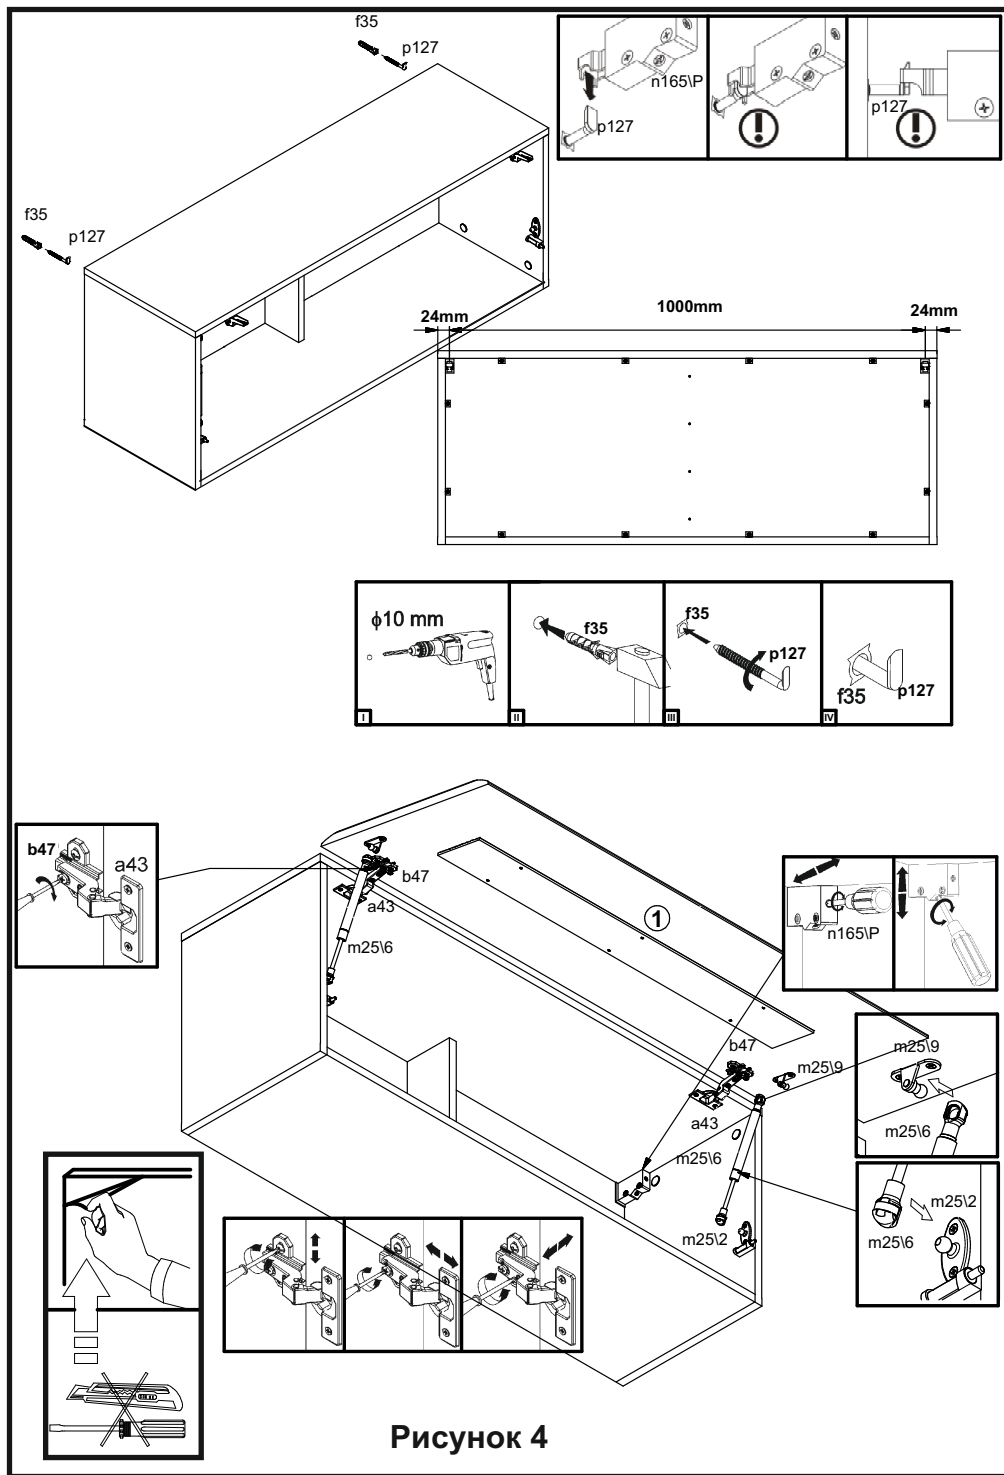

Рисунок 4
13. Для навешивания изделия на стене с помощью карандаша и линейки разметить отверстия (см. рис. 4).
14. В стене просверлить отверстия $\varnothing 10$ мм (см. рис. 4).
15. Вбить в отверстия в стене пластмассовые дюбеля **f35** и вкрутить крючки **p127** (см.рис. 4).
16. Навесить изделие на крючки **p127**. При необходимости отрегулировать положение изделия с помощью отвертки (см. рис. 4).
20. Навесить дверь **1** на корпус изделия, совместив петли шарнирные **a43** с ответными планками петель **b47**. При необходимости отрегулировать положение двери вращая регулировочные винты (см.рис. 4).
21. Соединить элементы кронштейна двери **m2512, m2516, m2519** (см.рис. 4).